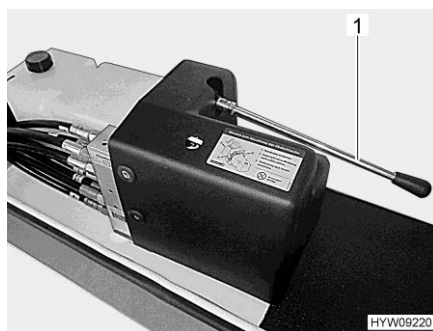

Fig. 46 Leva (comando di emergenza)
- Chiudere il piedino di stazionamento con la pompa manuale. A tale scopo, pompare con la leva (Fig. 46,1) fino alla chiusura del piedino di stazionamento.